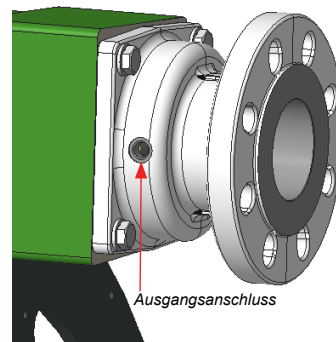

Abbildung 12: - Ausgangsanschluss ohne Flansch
8. Achten Sie darauf, dass nur der Schlauch durch den Ausgangsanschluss am Verbindungsflansch zu sehen ist (Abbildung 12).